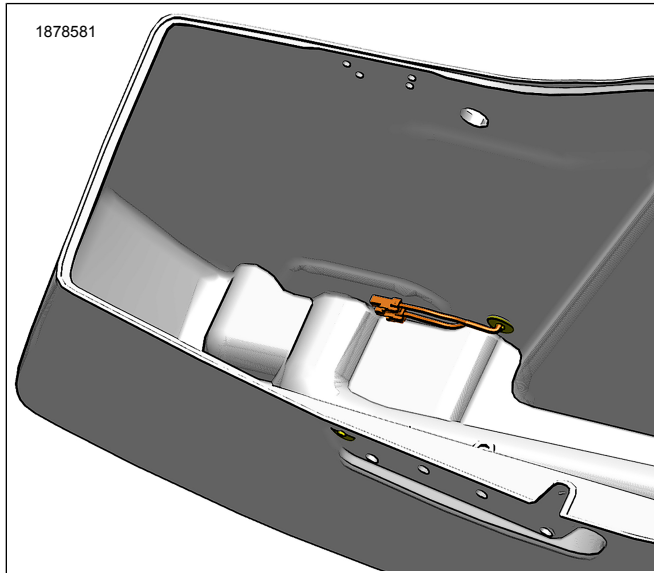

図4。ジャンパーハーネスの取り回し
3. 図4 サドルバッグインテリアランプキット (部品番号 68000425) をサドルバッグマーカールンプキット (部品番号 68000372) と一緒に取り付ける場合は、リアアクセサリワイヤーハーネスジャンパー (部品番号69203366) 2個の別途購入が必要です。